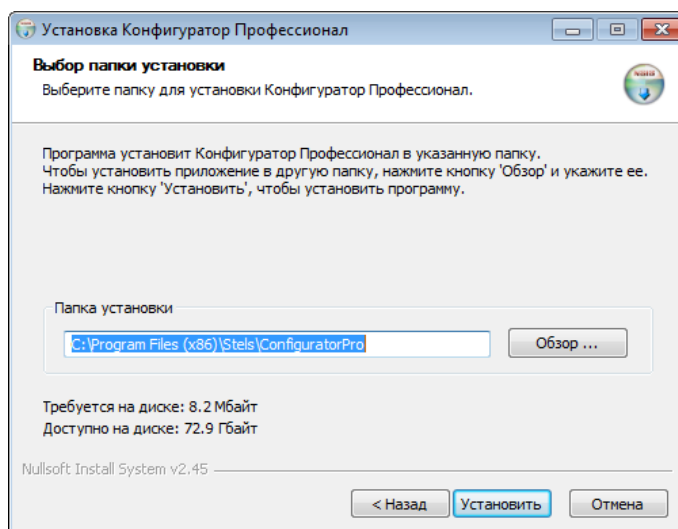

Рисунок 4.2 — Окно *Выбор папки установки*
5. В следующем окне укажите папку установки и нажмите кнопку  (см. рисунок 4.2).